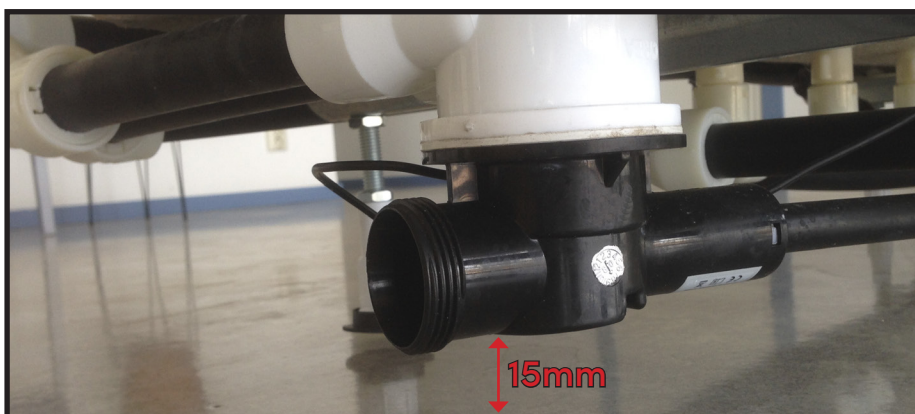

Bild 1 – Avstånd bottenventil och golv
- Avståndet från golvet till bottenventilen måste vara minimum 15mm (se **bild 1** nedan), detta för att förhindra att bottenventilen tar i golvet då karet fylls med vatten. Lossa låsmuttrarna och justera sedan in fötternas höjd. Dra sedan åt muttrarna igen.